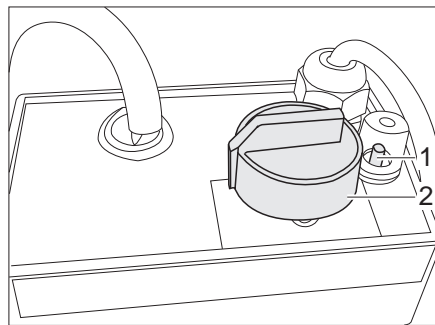

Bild 224 Regler für elektrische Fußbodenerwärmung
- Den Drehregler (Bild 224,2) auf die gewünschte Heizstufe drehen.
- Den Drehregler (Bild 224,2) auf Stellung "0" drehen.
Wenn der Regler überlastet wird, spricht der Überlastungsschutz an. Der Stift (Bild 224,1) springt heraus.
- Den Stift (Bild 224,1) am Überlastungsschutz eindrücken, wenn der Regler abgekühlt ist.